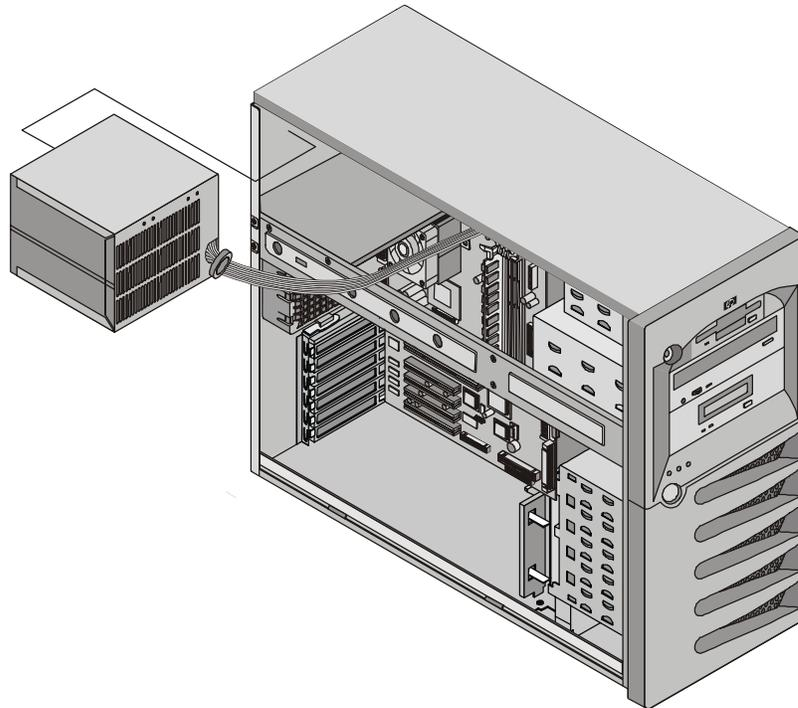

Figure 7-2. Retrait du module d'alimentation
9. Retirez les quatre vis qui fixent le module d'alimentation au châssis. Elles se trouvent à l'arrière du châssis. Voir Figure 7-2.